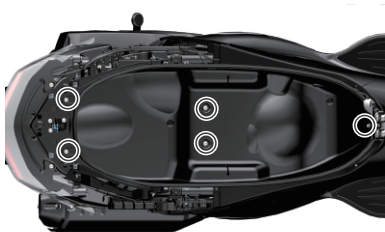

图2
2. 使用T25梅花扳手拆下(图2)红圈处所示6颗固定螺栓，将置物箱后部略微抬起后拔掉置物箱左侧中部氛围灯线插。
3. 打紧（图2）所示6颗固定螺栓，放入置物箱防磨垫并压平压紧，装入置物箱隔板。
3. 使用T25梅花扳手拆下(图2)红圈处所示共6颗螺栓，将置物箱后部略微抬起后拔掉置物箱左侧中部氛围灯线插口。